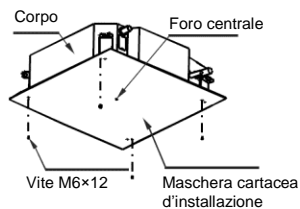

Fig. 5-8
2. Una volta installato il corpo dell'unità, fissare la maschera cartacea d'installazione sul condizionatore d'aria tramite le viti (M6x12) per determinare prima le dimensioni e posizioni dei fori nel controsoffitto. (Vedere fig. 5-8.)